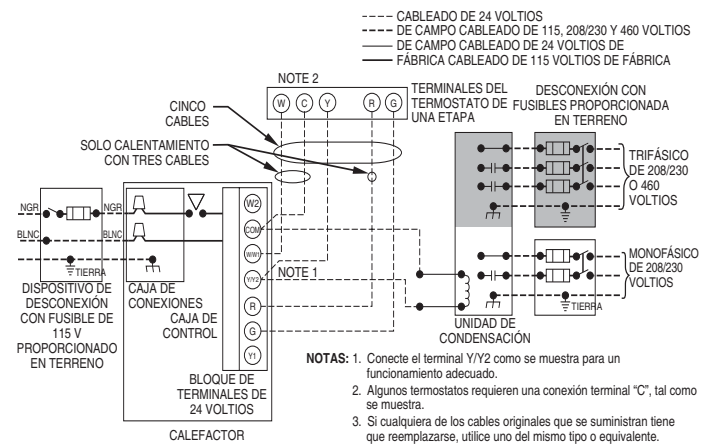

Fig. 33: Diagrama eléctrico típico en terreno
Consulte la Fig. 33 para ver un diagrama cableado en terreno que muestra un cableado de 115 V típico en terreno. Compruebe que todas las conexiones de fábrica y realizadas sobre el terreno estén bien apretadas.
6. Conecte los cables de alimentación y neutro a los cables de alimentación del calefactor como se muestra en la Fig. 33.
5. Conecte los cables de alimentación y neutro del sitio a los cables de alimentación del calefactor como se muestra en la Fig. 33.
Realice conexiones en terreno de 24 V en la tira de terminales de 24 V. Consulte la Fig. 38. Conecte el terminal Y/Y2 como se muestra en la Fig. 33 para una función de enfriamiento adecuada. Utilice exclusivamente cable para termostato de cobre AWG número 18 con código de color.